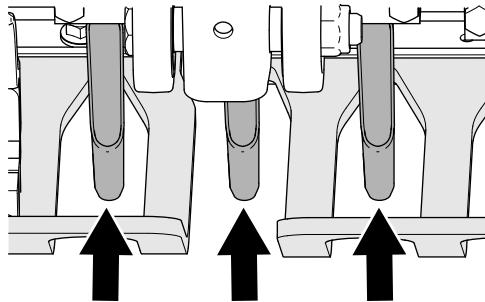

Figura 44
4. Verificate l'allineamento delle fessure delle protezioni del tappeto erboso rispetto alle fustelle per accertarvi che siano centralizzate (Figura 44).